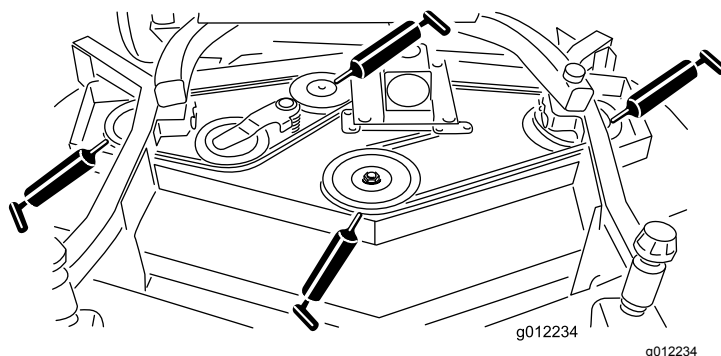

Bild 16
- Lager der Spannarmwelle (Bild 16)
- Spindelwellenlager (3) (unter der Riemenscheibe) (Bild 16)